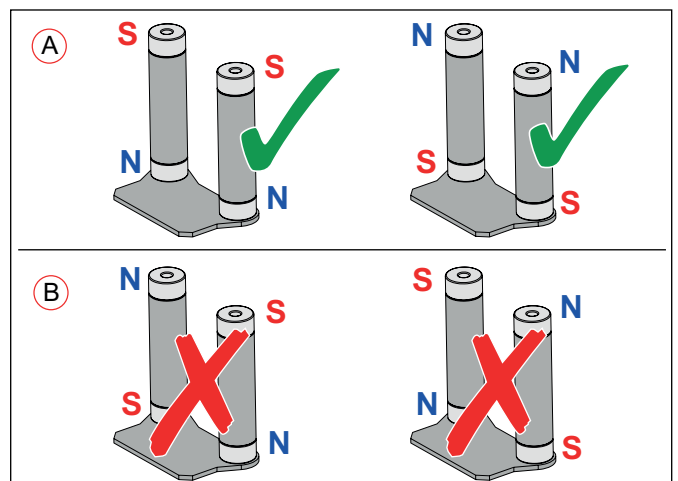

Abb. 34: Zulässige Ausrichtung (A) und nicht zulässige Ausrichtung (B) der Pole der Magnetkerne.
- ▶ Es ist wichtig, dass die Magnetrichtung beider Magnetkerne dieselbe ist. Ob der Nord- oder Südpol oben oder unten ist, ist egal. Siehe **Abb. 34**.
- ▶ Im Zweifelsfall einen magnetischen Pol-Finder verwenden, um die korrekte Magnetrichtung der Magnetkerne gemäß **Abb. 34** zu bestimmen.